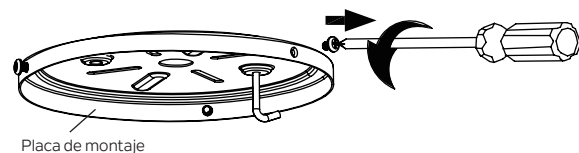

Figura 10
**Paso 1:** Quite uno de los tres tornillos de la placa de montaje y guárdelo para su uso posterior. Afloje los otros dos (no los quite). (Figura 10)